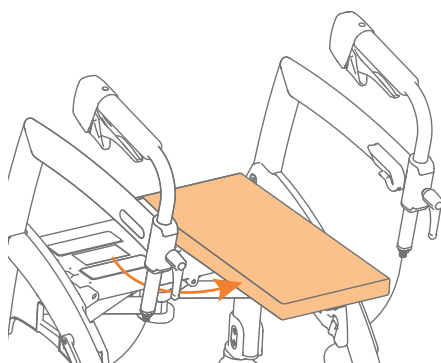

Abbildung 13: Legen Sie das Sitzkissen quer.
- c. Ziehen Sie das Sitzkissen ab, drehen Sie es um 90 Grad und legen Sie es quer auf die Seite, wo sich der rote Griff befindet (**Abbildung 13**).